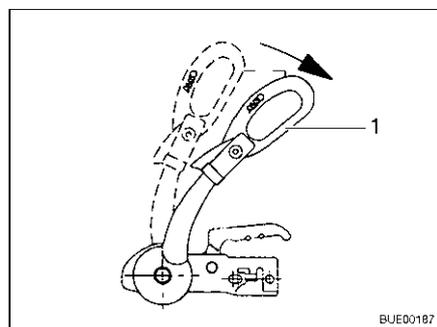

Fig. 191 Tirador de estabilización
- Abrir el tirador de estabilización (Fig. 191,1).